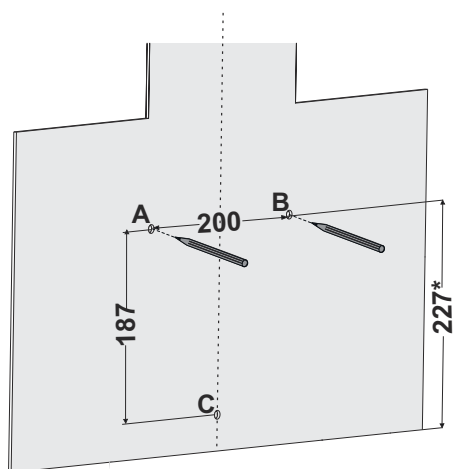

Fig. 10
2. ➤ Markere punkterne du skal bore (Fig. 10).